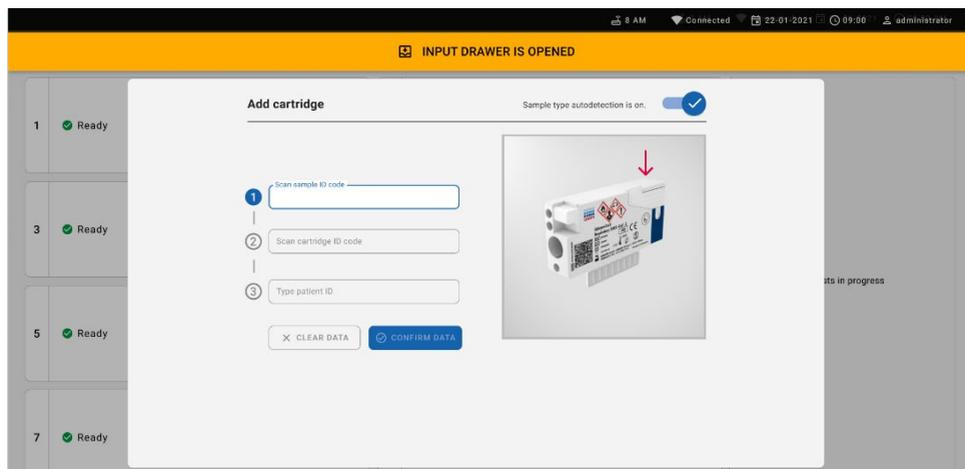

Figure 56. Écran de lecture de l'ID d'échantillon.
7. La boîte de dialogue **Add cartridge** (Ajouter une cartouche) apparaît et le scanner situé à l'avant est activé. Scannez le code-barres d'ID de l'échantillon situé sur le dessus de la QIAstat-Dx Respiratory SARS-CoV-2 Panel Cartridge devant l'instrument (position indiquée par la flèche [figure 56]).